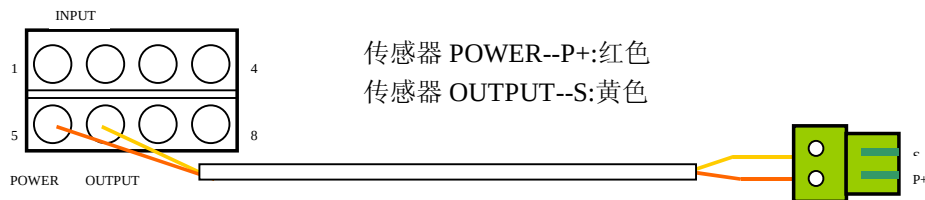

图 1-4.2-1 电压电流传感器
- b 需要重新接线或增加延长线，请严格按图 1-4.2-1 接线定义（包含颜色）进行重新接线。